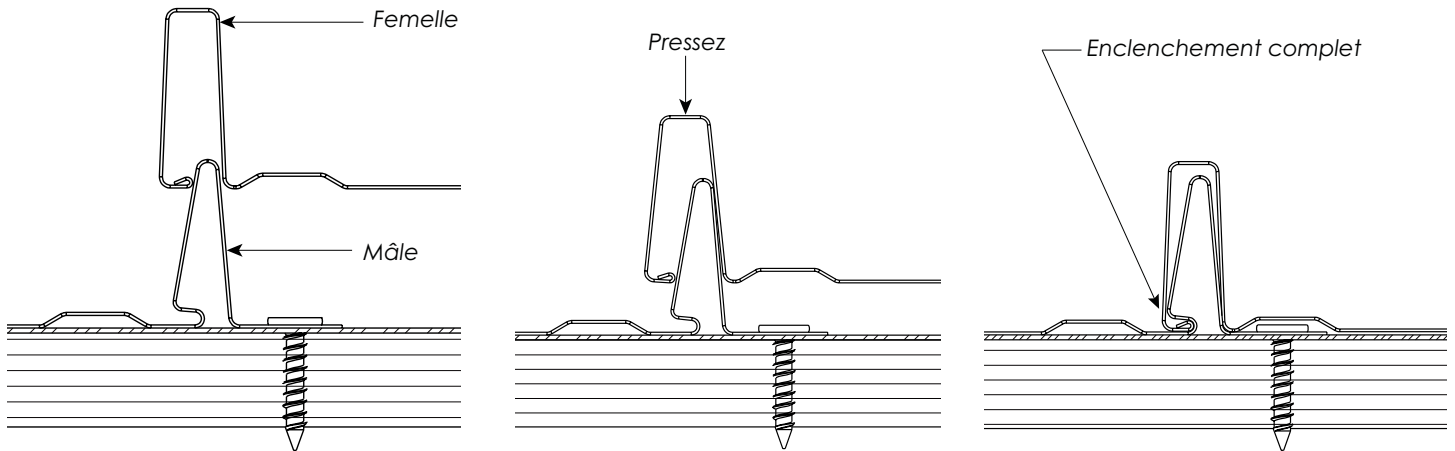

Figure 11.a | Emboîtement des panneaux
- Le panneau possède un côté mâle et un côté femelle qui s'emboîtent l'un dans l'autre. (Figure 11.a)
- Placez le panneau légèrement décalé vers le bas, pressez la côte femelle du panneau sur la côte mâle du panneau précédemment installé, jusqu'à l'enclenchement complet. (Figure 11.b)
- Glissez le panneau vers le haut afin que le profilé entre dans l'ouverture de la moulure du haut et que le repli de 180° au bas s'agrafe au démarreur de façade (410).